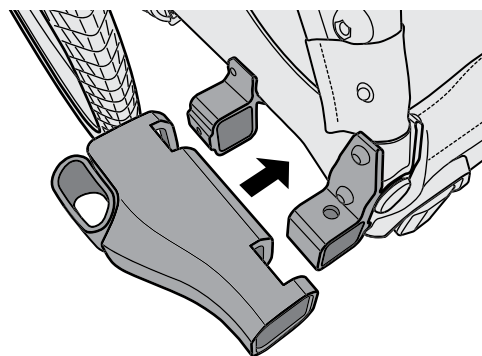

Abbildung 8
1. Positionieren Sie die Schnellaufnahme wie gezeigt (Abbildung 8).